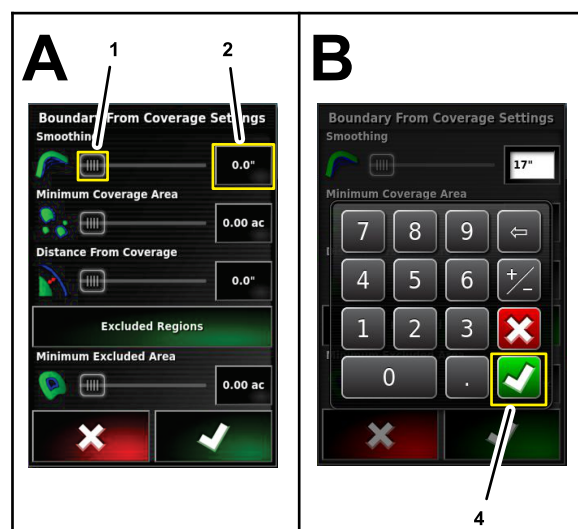

Figura 52
3. Pulse el icono del número del ajuste de Suavizado (Figura 52). Utilice el teclado en pantalla para introducir un valor, y pulse el icono Confirmar.